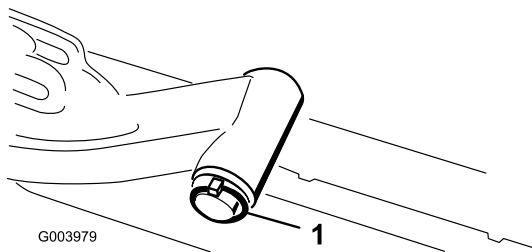

**Figure 8**
8. Pour les plateaux de coupe avant, poussez un plateau de coupe sous le bras de relevage tout en insérant l'arbre du bâti porteur dans la chape de pivot du bras de relevage (Figure 8).
- B. Insérez la chape du bras de relevage sur l'arbre du bâti porteur (Figure 8).